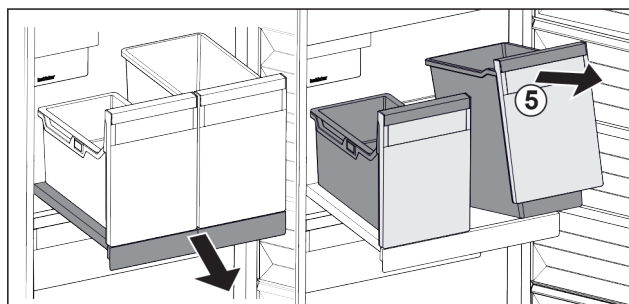

Fig. 94
- ▶ Soulever les bacs Fig. 94 (5) par l'avant.